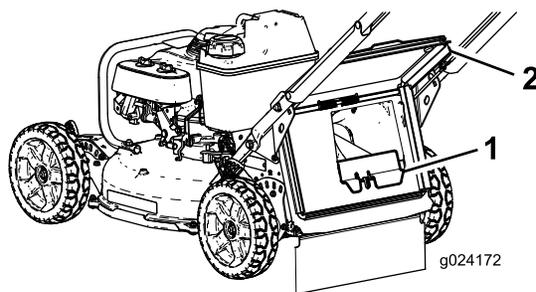

Figura 21
- Si el tapón de descarga trasera no está instalado, sujételo por el asa, eleve la puerta trasera e introdúzcalo en el conducto de descarga trasera hasta que el enganche encaje en su sitio (Figura 21).
3. Retire el tapón de descarga trasera presionando el enganche hacia dentro con el dedo pulgar y extrayendo el tapón de la máquina (Figura 21).